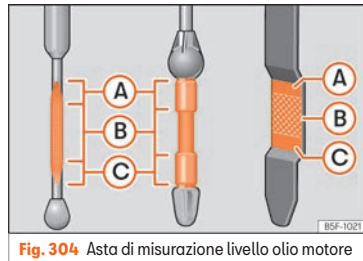

Fig. 304 Asta di misurazione livello olio motore
- In seguito, estrarla di nuovo e controllare il livello dell'olio »» fig. 304. Se necessario, rabboccare dell'olio.
Se il livello dell'olio si trova al di sopra della zona »» fig. 304 **A**, non avviare il motore. Pericolo di danni al motore e al catalizzatore! Rivolgersi presso un'officina specializzata.
Il livello dell'olio non deve superare assolutamente il settore »» fig. 304 **A**. L'olio in eccesso potrebbe altrimenti essere aspirato attraverso lo sfiato del basamento ed essere liberato nell'atmosfera attraverso l'impianto di scarico.